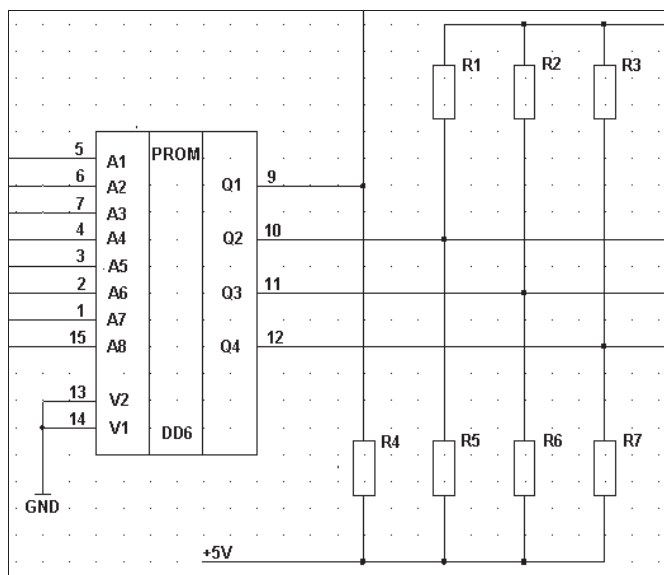

Рис. 7.25. Фрагмент электрической схемы
*Групповыми объектами* называются объекты, собранные из нескольких примитивов. Например, компонент в электрической схеме объединяет графические объекты (линии, дуги и т. п.), электрические контакты, текстовые строки, параметры, ссылки на модели. В терминологии Altium Designer объекты-примитивы, объединенные в групповой объект, называются *дочерними объектами (Child Object)*, а сам групповой объект называется *родительским объектом (Parent Object)*. Рассмотрим в следующем примере изменение состава и редактирование параметров резисторов в схемном документе (рис. 7.25).